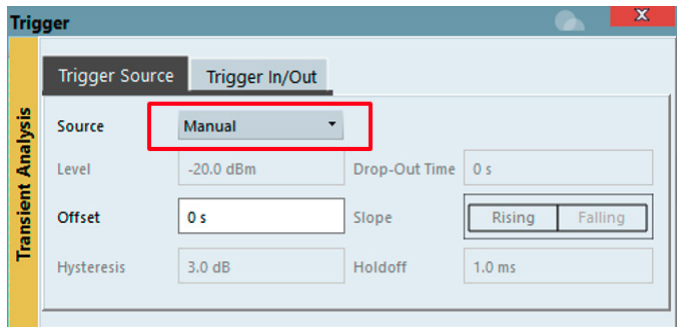

图 1: 配置 R&S®VSE-K60 瞬态分析选项的手动触发模式。
要激活 R&S®VSE 软件的示波器触发支持，依次选择 Input & Output ► Trigger 来打开活动测量通道的触发设置，然后将触发源更改为 Manual（见图 1）。
- ▶ 将 R&S®VSE 的触发模式设为 Manual（见图 1）